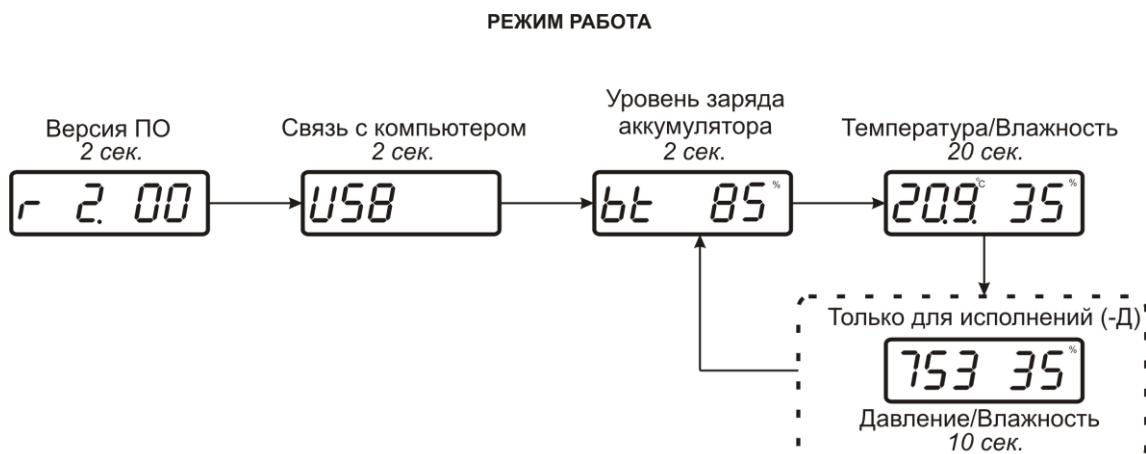

Рисунок 4.1 Индикация измерителей при подключении к компьютеру (исполнение с отображением давления в мм.рт.ст.)
- 4.5 При подключении измерителей к компьютеру на экране последовательно индицируются версия внутреннего ПО, надпись «USB» и степень заряда батареи в %, подробнее см.рисунок 4.1.